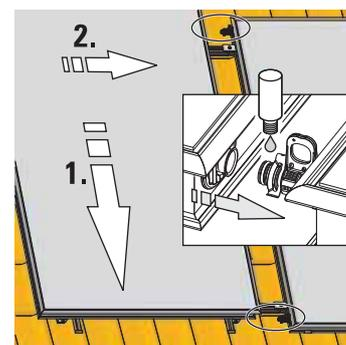

Figura 3-27 Posizionare il collettore piano successivo
- Sollevare il collettore piano successivo (vedere paragrafo 3.4.4, fase di lavoro 2) sulle guide di montaggio e agganciarlo nei ganci di sicurezza mantenendo la distanza dai compensatori (Figura 3-27).